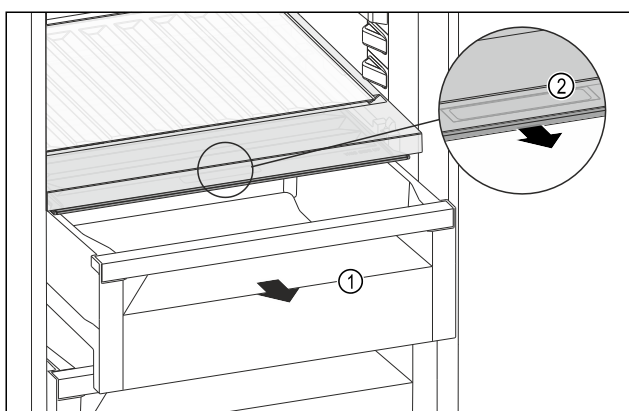

Fig. 118
- Retirer le tiroir Fig. 118 (1).
- Saisir la poignée encastrée Fig. 118 (2) du couvercle du compartiment et tirer le couvercle du compartiment par l'avant.